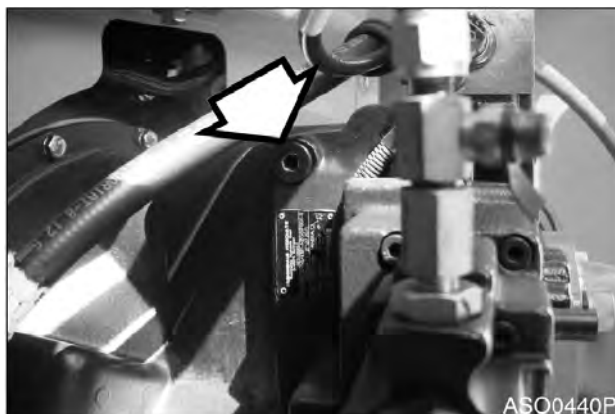

Рис. 89
1. Ослабить заглушки вентиляционных отверстий (рис. 89), чтобы убедиться в наличии масла.
3. Сначала следует установить на место заглушки вентиляционных отверстий (рис. 89).
5. Медленно ослабить заглушки вентиляционных отверстий (рис. 89) несколько раз, пока гидравлическое масло не начнет вытекать через отверстие. Это подтверждает, что воздух полностью вышел.
6. Затянуть заглушки (а, рис. 89).